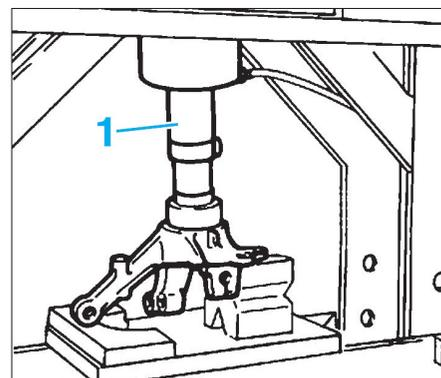

FIG. 21
- A l'aide d'une presse (1) et d'une entretoise de diamètre correspondant, déposer le roulement du pivot (Fig.21).